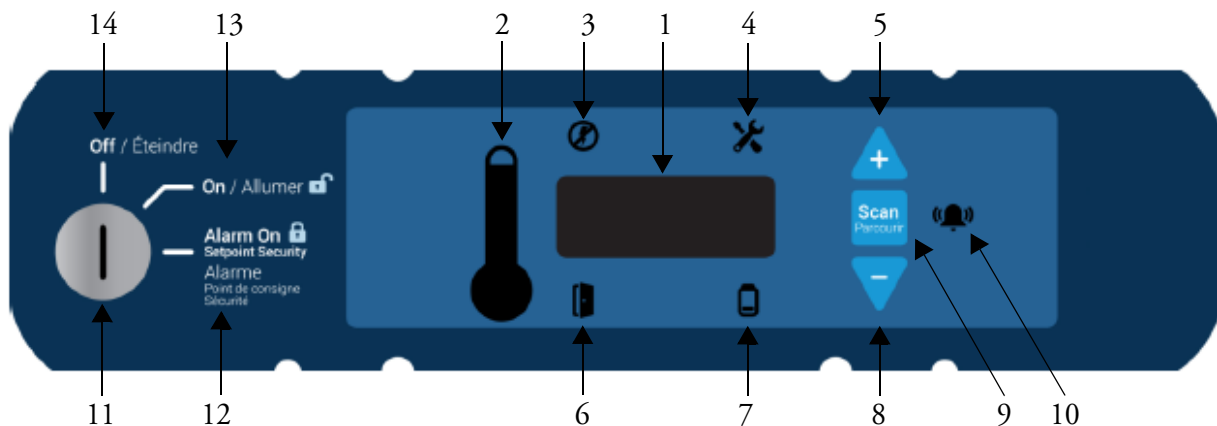

Figura 12. Pannello di controllo del congelatore
Il pannello di controllo è posizionato sul lato superiore destro del congelatore. È possibile usare i tre pulsanti (5, 8, e 9 nella *Figura 12*) per modificare il display della temperatura (1) o per regolare i valori di riferimento della temperatura e dell'allarme come indicato nella *Sezione 9.3*. Il display del termometro (2) offre una rapida indicazione visiva della temperatura corrente all'interno dell'unità e delle situazioni di allarme.